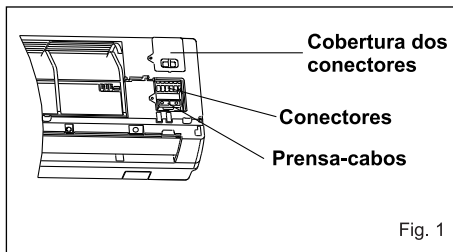

Fig. 1
- Para ter acesso à caixa de conexão, retire a cobertura do conector localizada atrás da grade frontal (fig. 1).